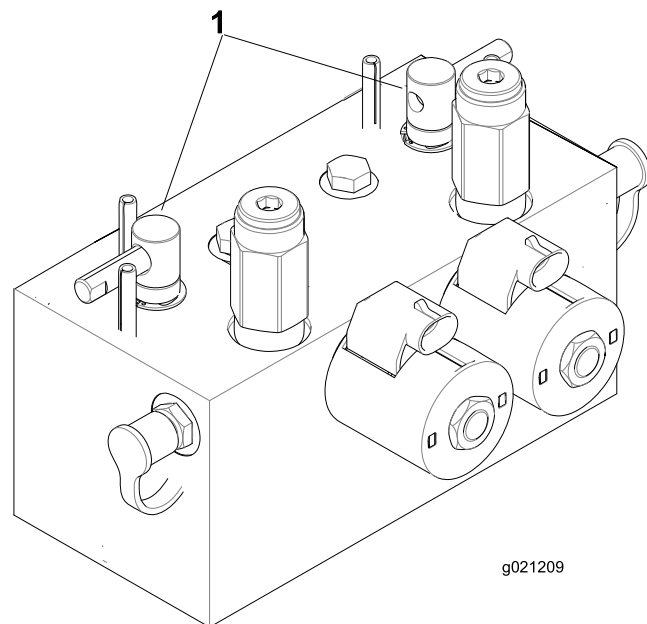

図 72
2. ラッチのロックを外してフードを開けるとバックラップレバーが見える 図 72。
5. バックラップレバーで、前のカッティングユニット又は後ろのカッティングユニット、あるいは両方を選択する 図 72。